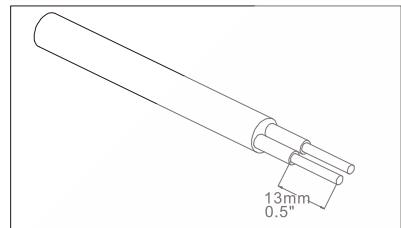

Figura 3
b) Corte os fios do condutor de 0,5 polegadas (13 mm) (Figura 3).